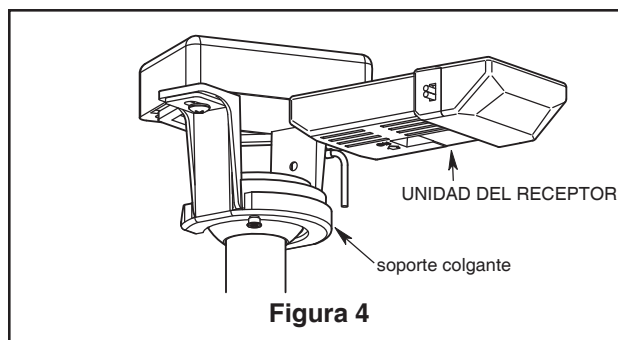

Figura 4
4. Coloque el soporte de la varilla y alinee los orificios de la clavija de horquilla en ambas piezas. Instale la clavija de horquilla y asegúrela con la pinza de horquilla. Fije los dos tornillos de presión y las tuercas de seguridad en el soporte de la varilla interior. (Figura 4)
2. Levante cuidadosamente el ventilador y coloque el ensamble de la bola para colgar/varilla en la abrazadera para colgar que acaba de fijar a la caja de salida. Asegúrese de que la ranura de la bola esté alineada con la lengüeta de la abrazadera para colgar. (Figura. 4)
3. Deslice la unidad del receptor en el extremo abierto del soporte colgante. (Figura 4)
4. Instale el conector de 2 clavijas desde la placa de conexión a la unidad del motor. (Figura 4)
4. El transmisor del mando a distancia de 5 botones incluye 5 botones para controlar las velocidades baja, media y alta del ventilador, así como el encendido y apagado del mismo. Se dispone de niveles de luces infinitos manteniendo pulsado el botón on/off. (Figura 4)